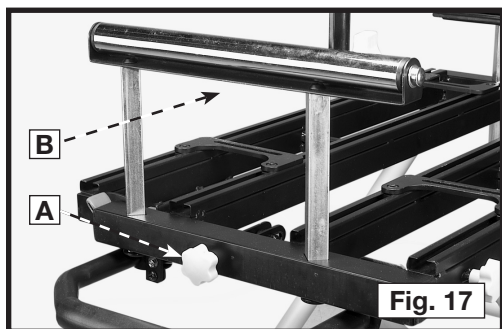

Fig. 17
1. Gire el pomo de fijación de la extensión vertical (A), Fig. 17, en sentido contrario al de las agujas del reloj.
2. Suba o baje el rodillo de extensión (B) para que coincida con la altura de la mesa de la sierra.